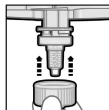
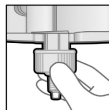

Fig. 3
Fig. 4.1
5. Se il puntali di miscelazione è posizionato correttamente (Fig. 3), spingere l'Anello di Fissaggio Dynamix sul puntali di miscelazione fino al punto di arresto e ruotarlo verso destra (1/4 di giro), finché non si blocca (Fig. 4.1, 4.2, 5).